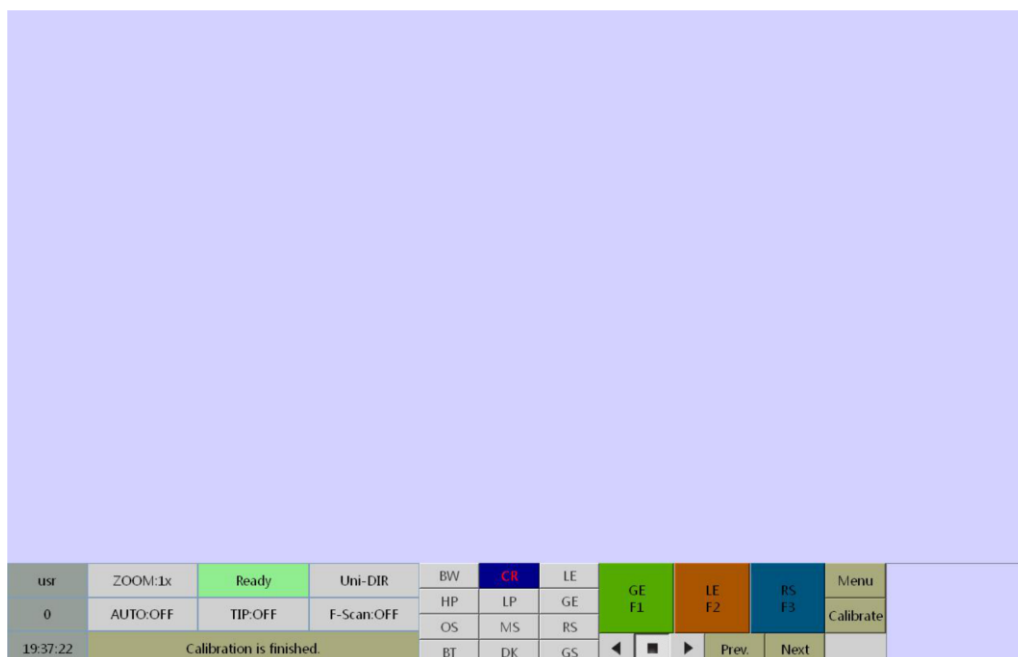

Рис. 4.4 Главный интерфейс программы управления системой
8. **Программируемые функциональные клавиши**  : клавиши «F1», «F2» и «F3» могут быть запрограммированы для выполнения различных функций, заданных пользователем. Каждая из клавиш программируется отдельно, как описано в Главе 6 и показано на изображении главного интерфейса программы управления рентгеновской досмотровой системой (Рис. 4.4). По умолчанию клавишам присвоены следующие функции: F1 – оптимизация качества изображения, F2 – усиление интенсивности изображения, F3 – инверсия изображения.
Главный интерфейс программы управления системой представлен на Рис. 4.4.